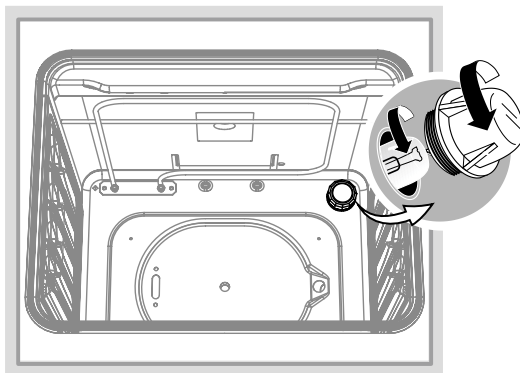

Рис. 18
- Открутите стеклянный плафон (рис. 18).